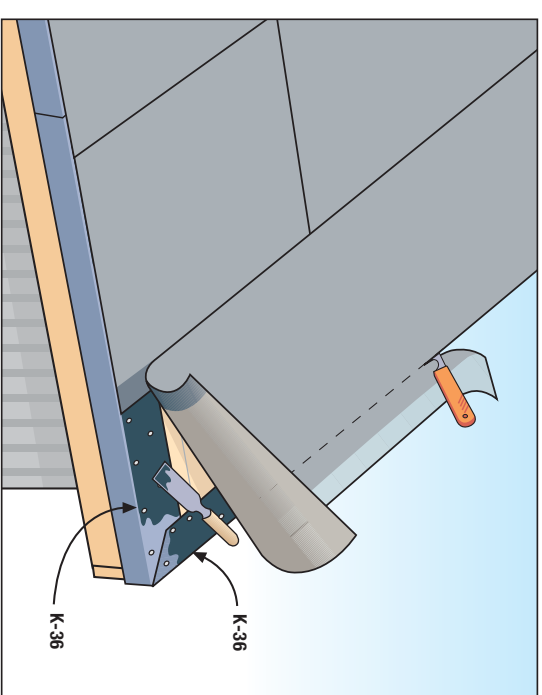
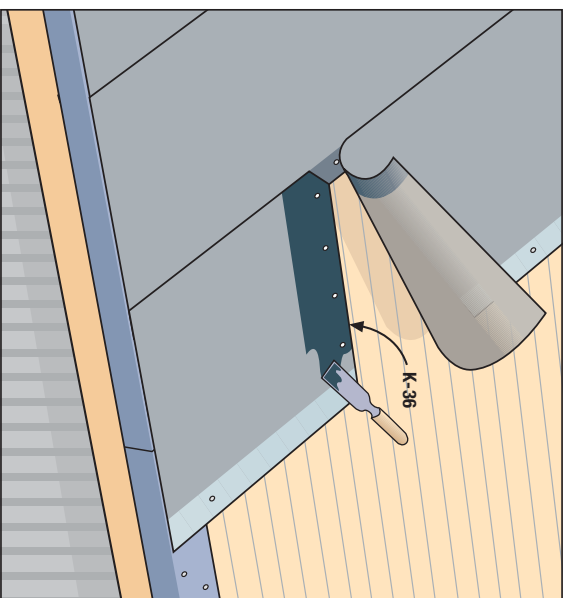
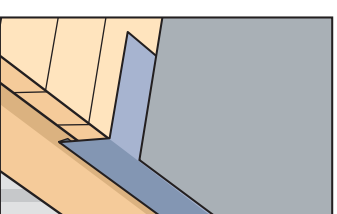
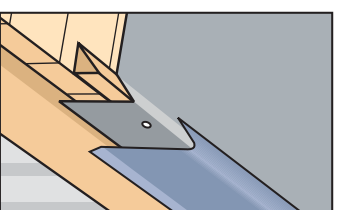

Bild 6
Bild 7
Bild 8a
Bild 8b
Den sista våden skärs längs med gavelkanten och klistras noga i fotplåten med Tätklister K-36 (**bild 6**). Om våden monteras i två delar (**bild 7**) ska den första biten fästas i takfoten och spikas fast i övre ändan på samma sätt som vid nocken. Den andra biten överlappas med 15 cm på den förra, spikas fast i nocken och nedre ändan limmas på den undre ändan.
I lodrät montering gör man som i punkt 3.a (**bild 6**) då fotplåtar monteras på gavelkanten (**bild 8a**). Om gavelkanten höjs upp (**bild 8b eller 8c**) t.ex. med en trekantlist eller en snedskuren bräda ska våderns kanter gå över gavelkanten och nå 1-2 cm över brädläggningens undre kant som en s.k. översvämningstvåd. Ovanpå monteras en separat takkantensplåt som ska bockas enligt måtten på förhöjningen och fästas med tätande takskrubar utanpå krönet eller i takkantens övre yta.
7.) **TopTites tvärskarvar** görs med 15 cm överlappning (**bild 7**). Skär snett bort en bit från ena hörnet av båda våderna (i gavelkanten från den som blir underst) och spika fast den understa ändan i underlaget. I fogen bredds ett ca 1 mm tjockt lager Täckklister K-36 varefter ändarna trycks tätt fast på varandra. Ta bort överflödigt lim som pressas ut vid kanten. Täckklister K-36 torkar till sin slutliga hårdhet inom 2 veckor.